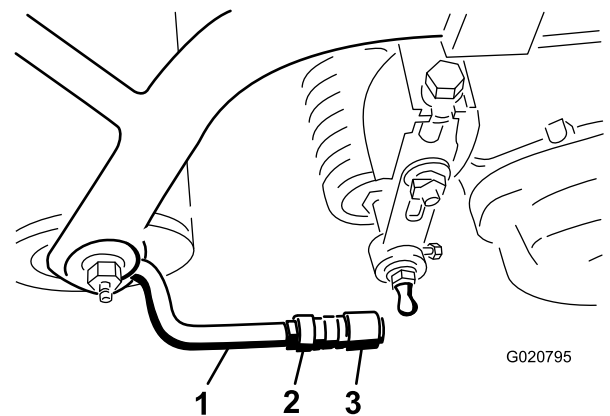

Figure 9
- Alignez les douilles des rotules de sorte que le côté ouvert soit centré vers la sphère. Serrez les écrous de blocage pour fixer les douilles de rotules en position (Figure 9).